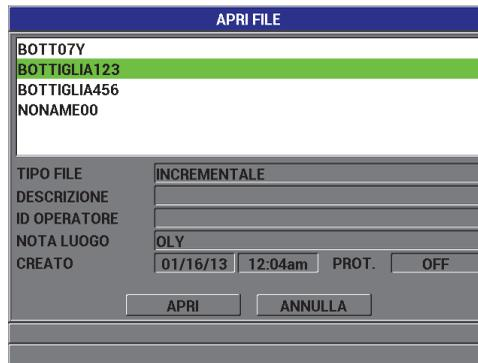

Figura 7-9 Apertura di un file
2. Nella schermata **APRI FILE** (vedere Figura 7-9 a pagina 140), selezionare il file nell'elenco che si desidera aprire ed in seguito premere **[ENTER]**.